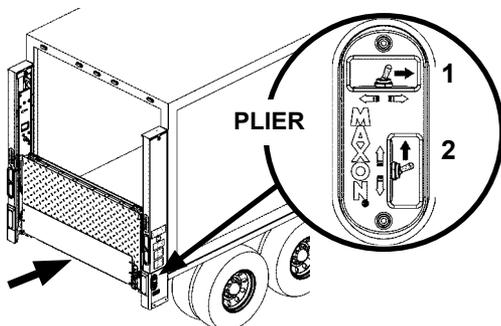

FIG. 27-1
2. Maintenez les deux commutateurs de colonne 1 et 2 enfoncés pour **PLIER** la plate-forme (FIG. 27-1).